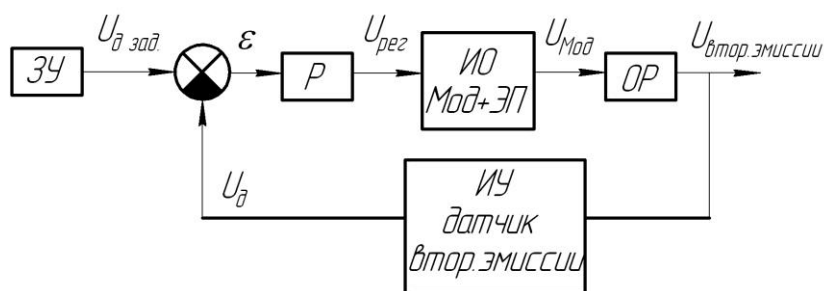

Рисунок 3 Функциональная схема САР проплавления при ЭЛС с помощью эмиссионного датчика
3. Изобразить функциональную схему САР проплавления при ЭЛС с помощью эмиссионного датчика (рис.3)
4. Изобразить функциональную схему САР проплавления при ЭЛС с помощью эмиссионного датчика (рис.3)
Для регулирования проплавления при ЭЛС применяют замкнутые САР тока пучка на частоте пиков напряжения вторичной эмиссии (см. рисунок.3).